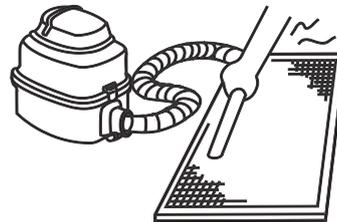

Abbildung 13.2
- a. Die Lufteintrittsseite sollte bei Verwendung eines Staubsaugers nach oben zeigen. (siehe Abb. 13.2)